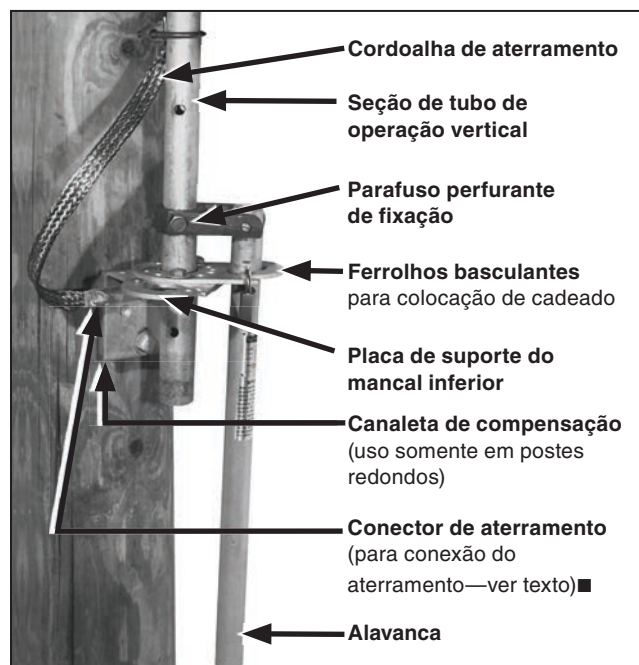

Figura 11. Conjunto de mancal de suporte inferior e conjunto da alavanca de operação.
PASSO 10. ● Instale o conjunto da alavanca de operação na seção inferior do tubo de operação vertical no local indicado no diagrama de montagem. Assegure-se que a ponta cortante do parafuso perfurante de fixação no conjunto da alavanca de operação não sobressaia pela trava durante a instalação do conjunto no tubo. Depois que o conjunto da alavanca de operação já estiver na posição, aperte o parafuso perfurante de fixação no conjunto da alavanca de operação, perfurando o tubo. Prossiga com o aperto até que seja sentida uma resistência firme. Ver Figura 11.
PASSO 11. Conecte a ponta livre da cordoalha de aterramento à seção inferior do tubo de operação vertical a poucas polegadas acima do conjunto da alavanca de operação (ou intertravamento da chave) por meio do conector com parafuso em formato U fornecido para essa finalidade. Em seguida, conecte a ponta inferior da cordoalha a um ponto de aterramento adequado, apertando o conector de aterramento na ponta da cordoalha■. Ver Figura 11.